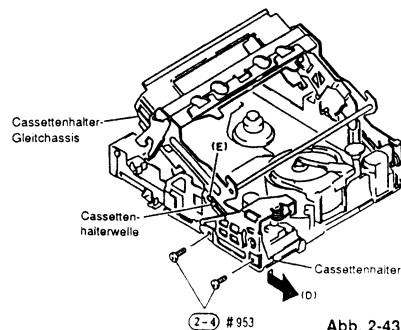

Abb. 2-43
- Zwei (2) Befestigungsschrauben des Cassettenhalters entfernen (siehe Abb. 2-43).
- Den Cassettenhalter in Richtung des Pfeiles (D) bewegen (siehe Abb. 2-43). Die Cassettenhalterwelle kommt an den Abschnitt (E) der Cassettenhalter-Gleitnut. Das Cassettenhalter-Gleichchassis hineindrücken, um die Cassettenhalterwelle von dem Cassettenhalter und dem Hilfschassis freizugeben.